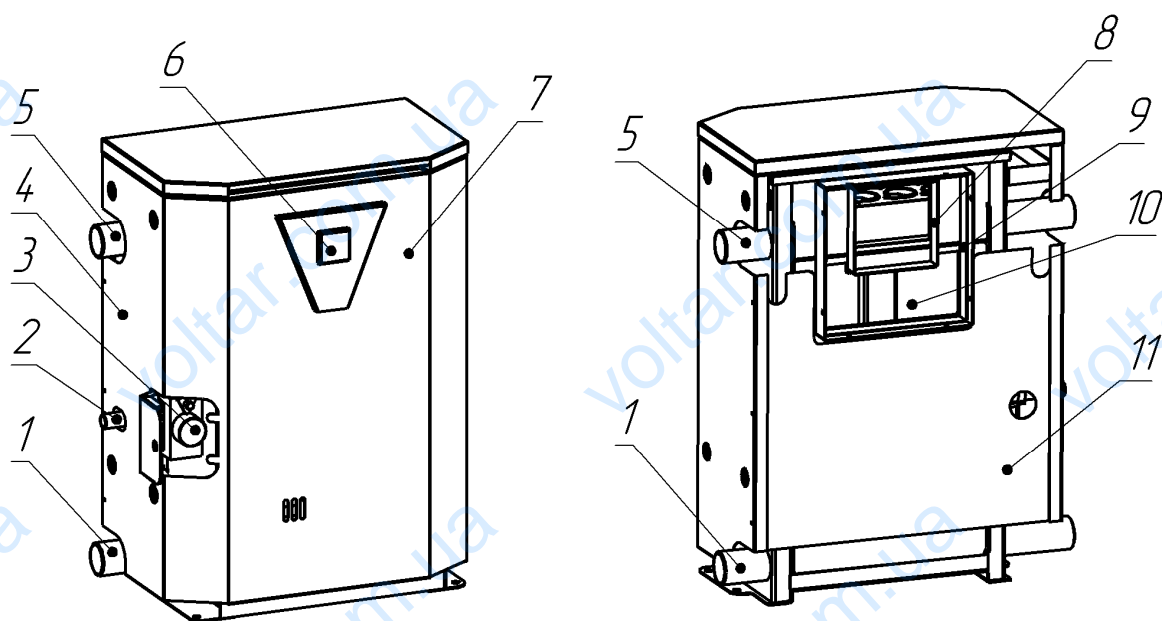

Рисунок 1
штейна из комплекта поставки и навесить на них аппарат за патрубки (5) (см. рисунок 1). Расстояние от аппарата до стены должно быть не менее 50 мм.
7.6 Для вывода газохода в стене необходимо подготовить отверстие размером 230x230 мм (7 и 10 кВт) или 230x270 мм (12 и 16 кВт), положение которого должно соответствовать положению фланцев 8 и 9 (рисунок 1). Толщина стены не должна превышать 600 мм.
В случае если для проведения профилактических работ необходимо снять наружную панель 7 (рисунок 1), необходимо равномерно потянуть ее на себя, освобождая от зацепов в верхней и пружинных фиксаторов в передней части.